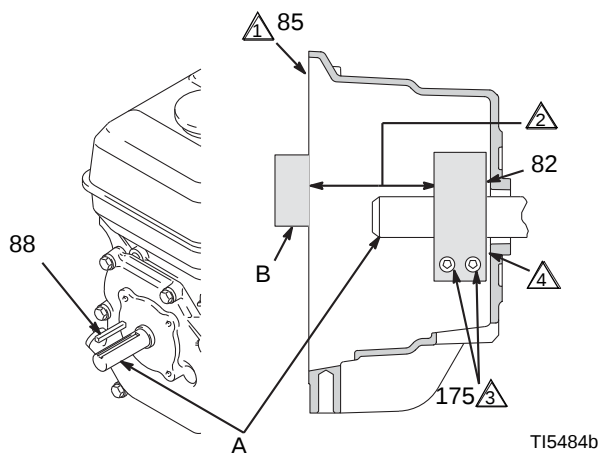

FIG. 9
4. FIG. 9. Desaperte os dois parafusos (175) da braçadeira (82),
5. Insira a chave de fendas na ranhura da braçadeira (82) e retire-a.
1. FIG. 9. Instale a chaveta do veio do motor (88).
2. Insira a braçadeira (82) no veio do motor (A) com um maço de plástico. Mantenha as medidas da nota 2. O chanfro tem que ficar voltado para o motor.
3. Verifique as medidas: coloque uma barra de aço resistente (B) ao longo da face do cárter da embraiagem (5). Use um dispositivo de medição preciso para medir a distância entre a barra e a face da braçadeira. Ajuste a braçadeira conforme necessário. Aperte dois parafusos (175) com um momento de aperto de 14 +1,1 N•m (125 +10 in-lb).
① Face do cárter da embraiagem.
② LineLazer IV 3900: 64,77 +/- 0,25 mm (1,55 +/- 0,010 in.)